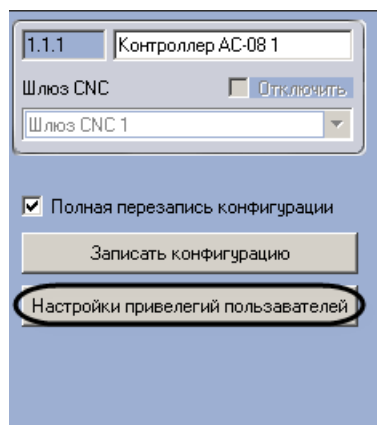

Рис. 3.5—4 Настройки привелегий пользователей
1. Перейти на панель настроек объекта **Контроллер AC-08** (Рис. 3.5—4) .
2. Нажать кнопку **Настройки привелегий пользователей** (см.Рис. 3.5—4).